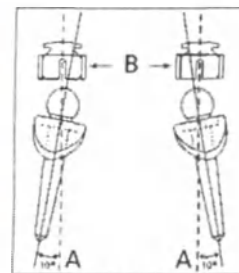

Рис.5
- 2) Поднутрение и пространство между десневыми сосочками необходимо закрыть (заблокировать) слепочным гипсом, воском, силиконом или резиновой прокладкой. Максимальное отклонение: 10° (рис. 5А). Для обеспечения безупречного функционирования и защиты тонких пластин не допускается снимать эластичную распорку, установленную на матрице из драгоценного металла SKY.